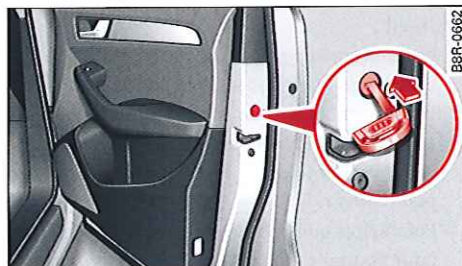

Fig. 26 Porte du passager avant/portes arrière : verrouillage d'urgence
- ▶ Retirez le capuchon de protection de l'orifice ⇒ fig. 26.